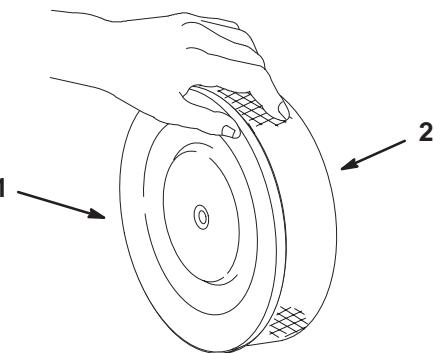

Figure 37
1. Tapotez doucement l'élément sur une surface plane pour faire tomber la poussière et la saleté (Fig. 37).